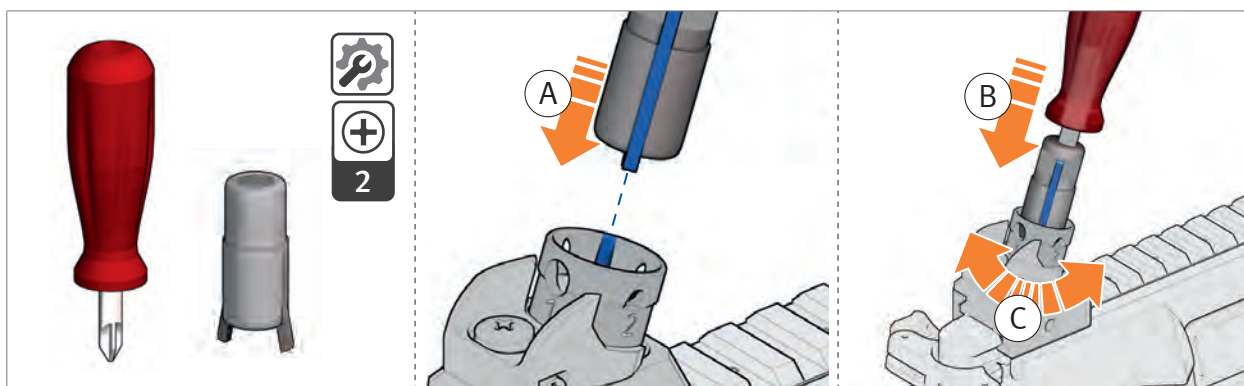

Abb. 80: Visiertrommel drehen
1. Werkzeug für Höheneinstellung in Visiertrommel einsetzen dabei die Keile des Werkzeugs in die Nuten der Visiertrommel einsetzen (Abb. 80).
2. Schraubendreher in Werkzeug für Höheneinstellung einsetzen (Abb. 80).
3. Schraubendreher nach unten drücken und halten (Abb. 80).
4. Visiertrommel in die gewünschte Richtung drehen (Abb. 80).
> Visiertrommel im Uhrzeigersinn drehen (Abb. 80).	Das Verdrehen um eine Raste verändert die Lage des Treffpunkts um ca. 1,4 cm auf 100 m Zielentfernung.
> Visiertrommel gegen den Uhrzeigersinn drehen (Abb. 80).